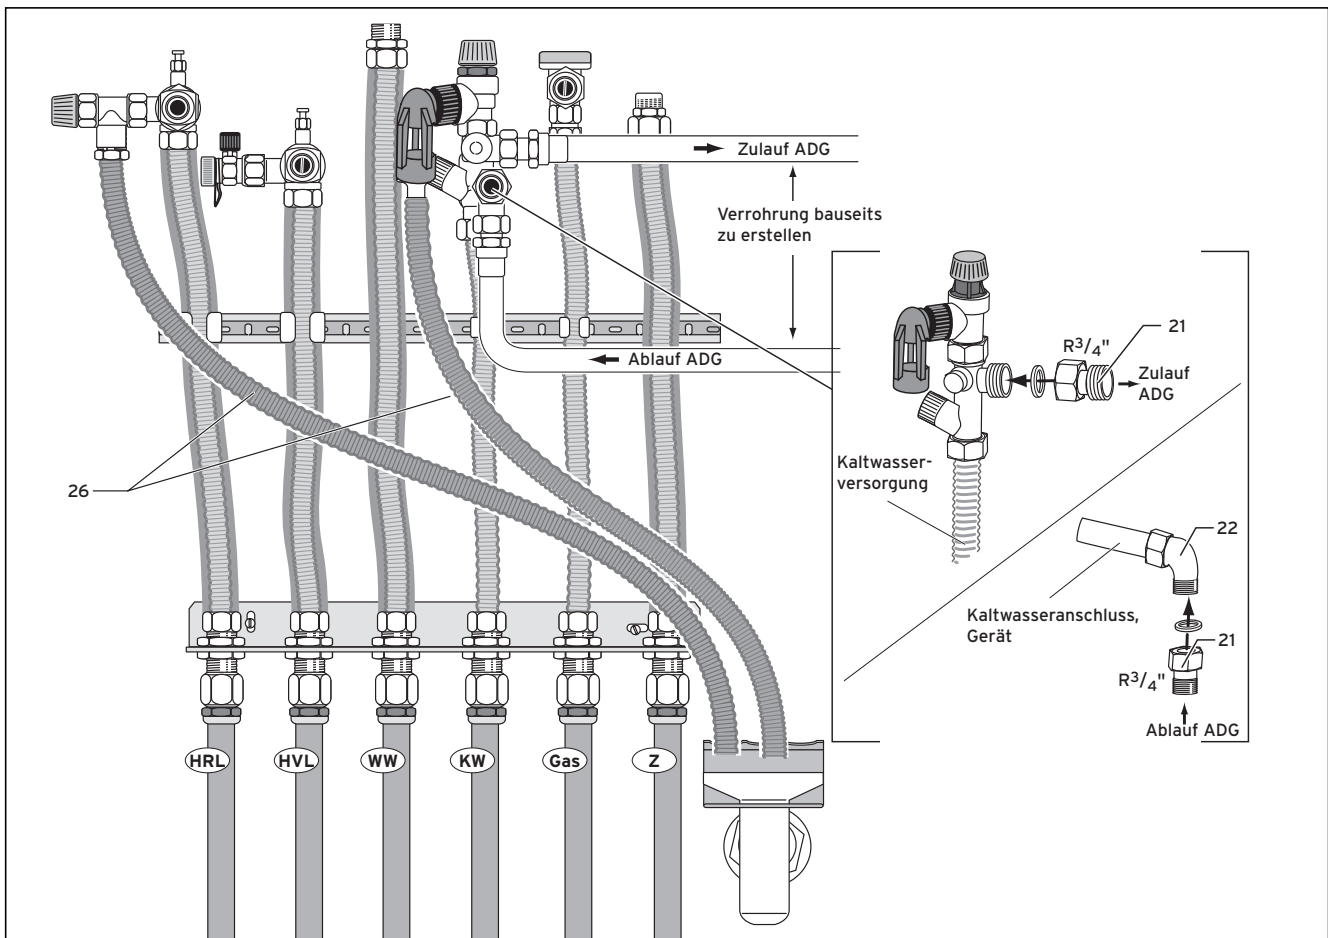

Abb. 2.4 Montage der Anschlusskonsole mit durchströmtem Trinkwasser-Ausdehnungsgefäß (ADG)
- Schließen Sie die Edelstahl-Wellrohre mit den Überwurfmuttern gemäß Abb. 2.4 an die Anschlussstücke der Konsole an. Die Dichtung ist bereits in der Überwurfmutter konfektioniert.
- Stecken Sie die Kunststoffschläuche (26) auf die Schlauchanschlüsse des Sicherheitsventils der Heizung und der Sicherheitsgruppe.
- Stellen Sie die Anbindung an das Trinkwasser ADG entsprechend der Abb. 2.4 her. Die hydraulische Einbindung des Trinkwasser ADG erfolgt zwischen Sicherheitsgruppe und KW-Anschluss des Gerätes. Der Anschluss kann mit Hilfe der beiliegenden Anschluss-teile (21 und 22, bauseitiges Anschlussmaß  $R^{3/4}$ ) ausgeführt werden. Die Verrohrung zum ADG muss bauseits erstellt werden.